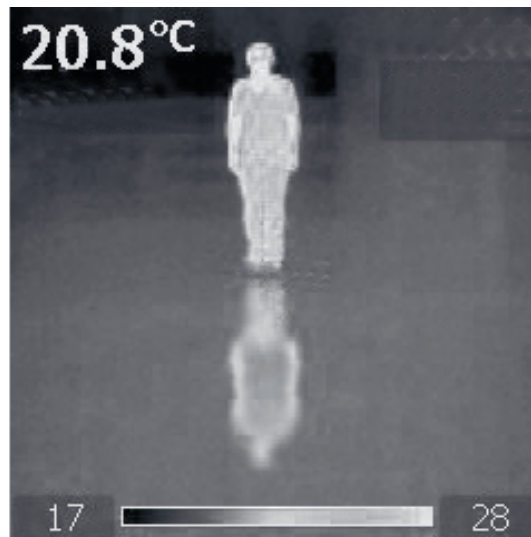

Figure 3: Image thermique d'une personne et de sa réflexion au sol.
- Réflexions sur les surfaces réfléchissantes (figure 3)